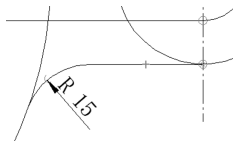

图 6-122 标注圆角尺寸
(18) 单击【绘制草图】选项卡【尺寸】区域下的 尺寸 【智能尺寸】按钮，标注刚刚绘制的圆角尺寸，如图 6-122 所示。